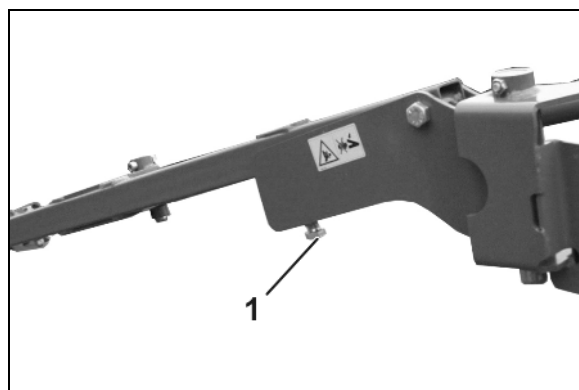

Рис. 89
- Установка большей рабочей глубины маркера: **выверните** винт (Рис. 89/1) и законтрите его гайкой.
- Установка меньшей рабочей глубины маркера: **вверните** винт (Рис. 89/1) и законтрите его гайкой.